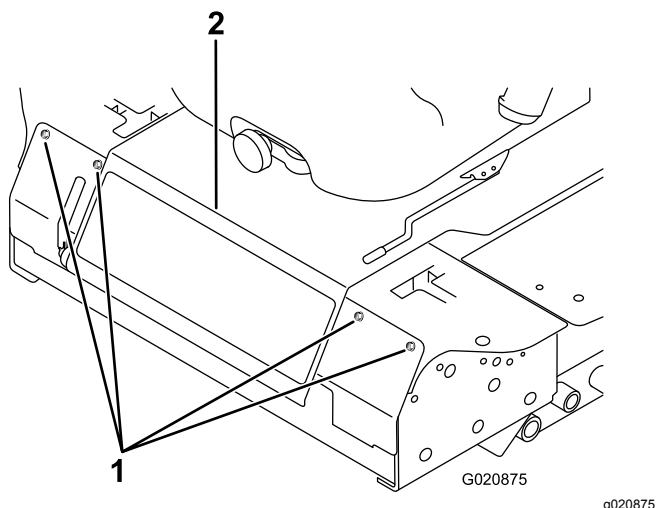

Figura 80
2. Retire os parafusos que fixam o painel dianteiro e retire o painel (Figura 80).